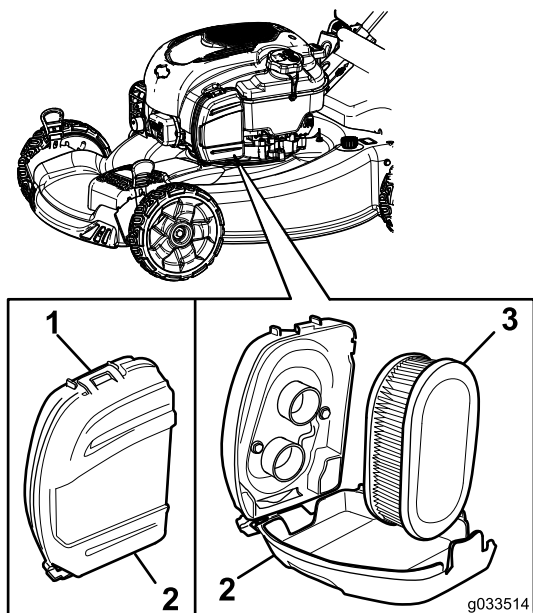

Рисунок 31
1. Расфиксируйте защелку в верхней части крышки воздушного фильтра (Рисунок 31).
2. Извлеките воздушный фильтр (Рисунок 31).